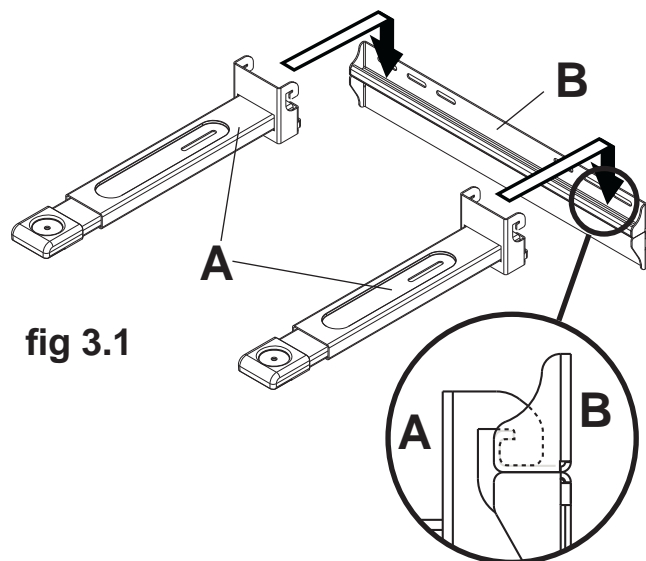

fig 3.1
- 3** Accrochez les bras de support (A) à la plaque murale (B) à l'aide des crochets situés sur les bras de supports comme illustré à la figure 3.1. Les crochets des supports verticaux (A) doivent être bien enfoncés dans la plaque murale comme illustré dans le dessin de détail 1.